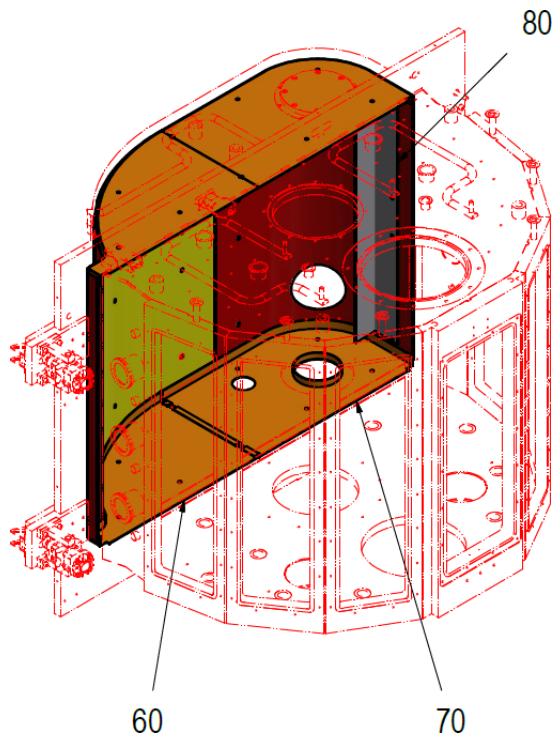

Abb. 7-15
- 6** Entfernen Sie die Tür-Schutzbleche 60, 70 und 80. Siehe Abb. 7-15,  194.
14 Montieren Sie die Tür-Schutzbleche 60, 70 und 80. Siehe Abb. 7-15,  194.